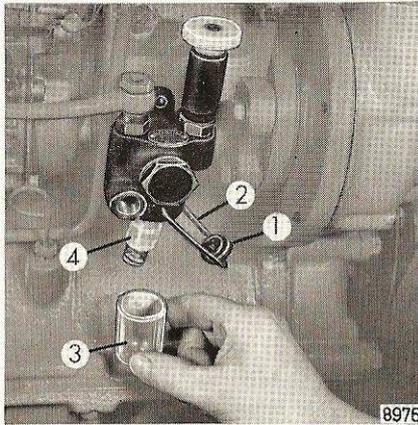

Fig. 19
4. **Vidanger une fois par semaine la boue épaisse du réservoir de combustible,** en dévissant la vis bouchon de vidange de boue. Nettoyer également chaque semaine le filtre-tamis 4 (fig. 19 page 13) de l'avant-filtre à la pompe d'alimentation en combustible.
**Toutes les 120 heures de service** (à chaque vidange d'huile), on desserre l'écrou de fixation 1 (fig. 19). On tourne sur le côté l'étrier en fil métallique 2 et on enlève le verre-regard 3 avec le filtre-tamis 4. Nettoyer le filtre et le verre dans du combustible. Veiller à l'étanchéité au remontage.